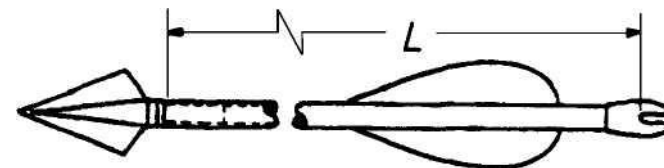

FIG 1. Bultas konstrukcija ar savstarpēji maināmu uzgaļu ieliktni.
1. Bultām, kam ir savstarpēji maināmu uzgaļu ieliktnu sistēma un citi uzgaļi vai adapteru tipi, kas ielikami bultas priekšgala atvērumā, noteiktais punkts ir bulta priekšgals, bieži saukts par griezto garumu (cut length). (Fig. 1, 13. lapā).